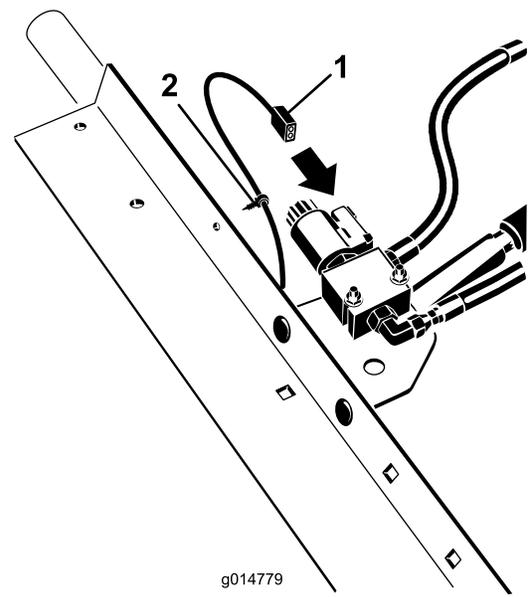

Figura 6
- 8. Enchufe el conector del arnés restante en la válvula de bloqueo del diferencial, situada debajo del centro de la chapa del asiento (Figura 6).